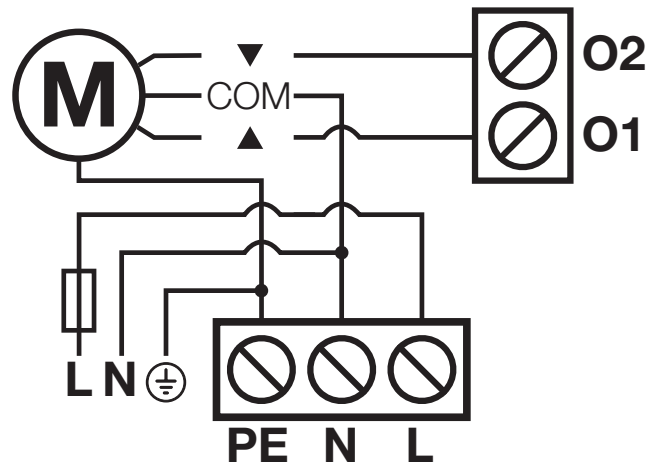

fig.8 Connexions électriques
6. Connecter les fils aux bornes en respectant le schéma de la fig. 8 et les opérations décrites aux chapitres 4.1, 4.3 et 4.4.